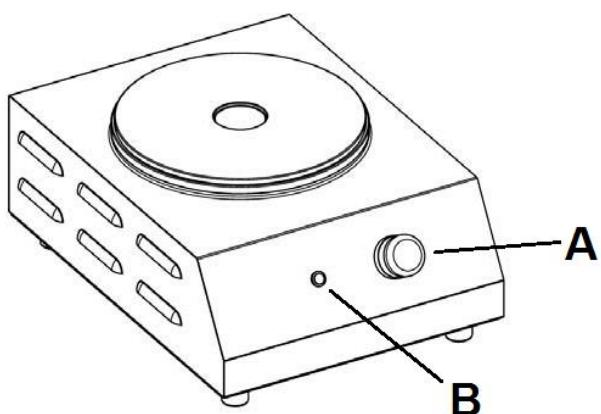

Fig.2
- Ruotare la manopola dell'interruttore (A, Fig.2) nella posizione "0" ed accertarsi che la spia luminosa (B, Fig.2) sia spenta.